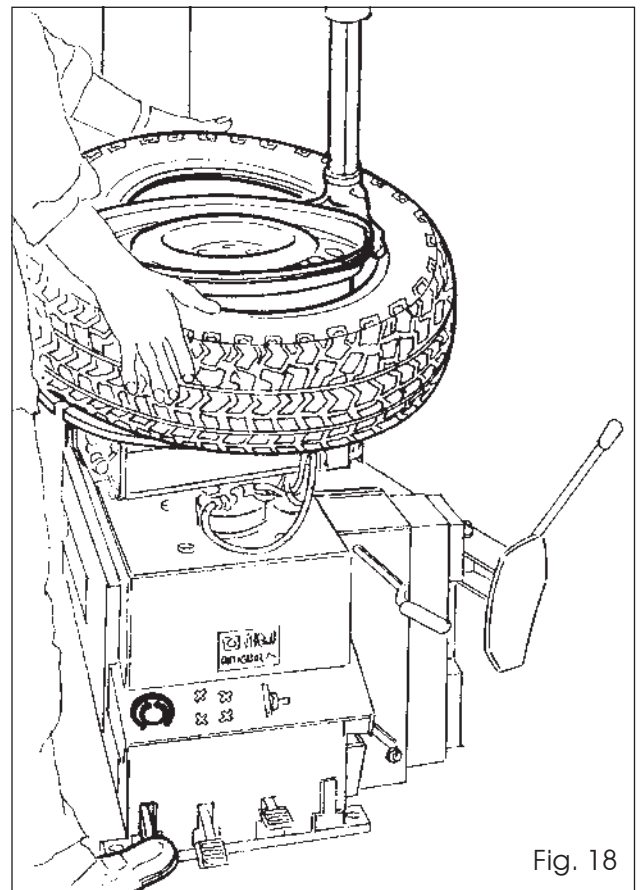

Fig. 18
- ❑ Quand le talon inférieur est complètement monté, répéter les mêmes opérations pour le talon supérieur (Fig. 18).
- ❑ Si la jante est en alliage d'aluminium, il est conseillé de la bloquer à l'extérieur en utilisant le kit de protection des mors (26) afin d'éviter d'endommager la roue.